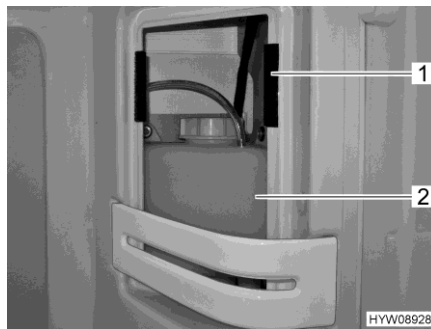

Bild 172 Expansionsbehållare (varmvatten-värmesystem)
- Ta bort skyddet på expansionsbehållaren (Bild 172,2) till höger uppe i duschen. Skyddet är fastsatt med kardborrband (Bild 172,1).